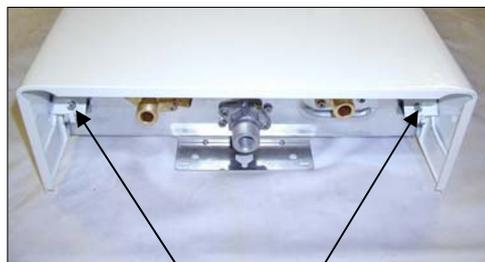

Fig. 1
3. Rimuovere il pannello frontale dell'apparecchio (2 viti nella parte inferiore del mantello) (Fig.1).
17. Posizionare e richiudere il pannello frontale (2 viti) (Fig.1).